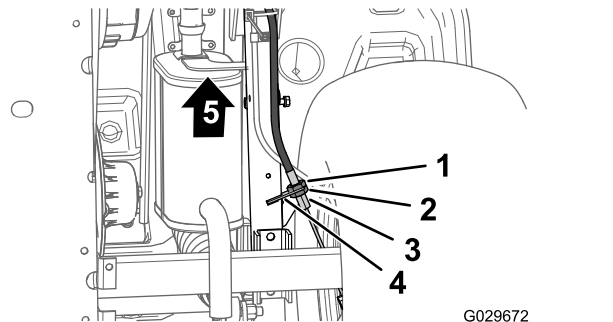

Figura 67
3. Na parte inferior da máquina, desaperte a porca de bloqueio traseira para o ajustador roscado do cabo do travão de estacionamento 4 voltas (Figura 67).
4. Aperte a porca dianteira (Figura 67).
- A. Desaperte a porca de bloqueio frontal (Figura 67) para o ajustador roscado do cabo do travão de estacionamento 1 volta.
- B. Aperte a porca traseira (Figura 67).
- A. Desaperte a porca de bloqueio traseira (Figura 67) para o ajustador roscado do cabo do travão de estacionamento 1 volta.
- B. Aperte a porca dianteira (Figura 67).